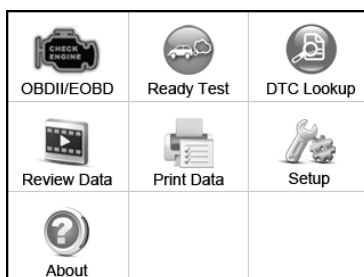

Figura 6.1
- Use el botón de desplazamiento **ARRIBA/ABAJO** y el botón de desplazamiento **IZQUIERDO/DERECHO** para seleccionar **Prueba Lista** de la **Pantalla Principal**, (Figura 6.1) y presione el botón **OK**.